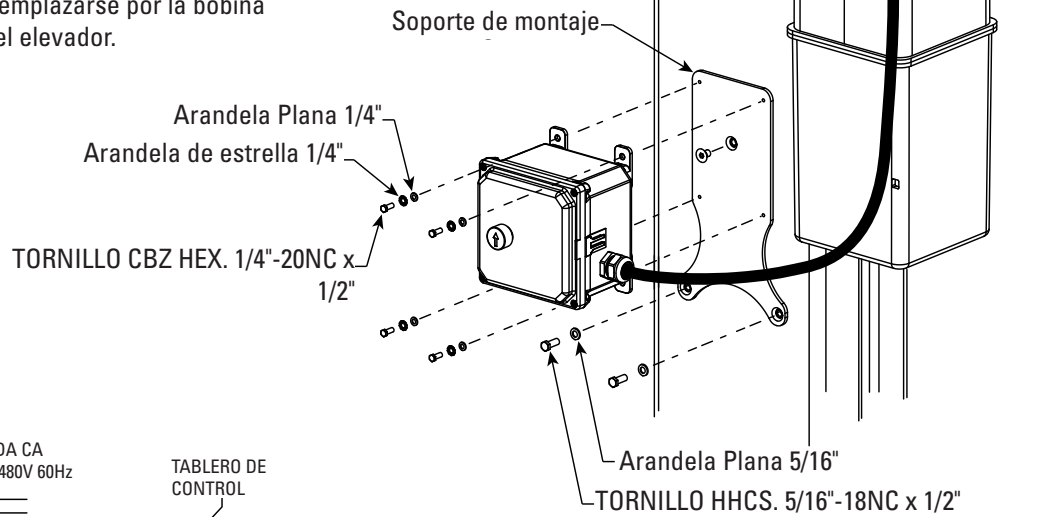

Fig. 16a
- Conecte el soporte de montaje a la columna, como se muestra en la Fig. 16a, usando (1) 5/16"-18NC x 1/2" tornillo maquinado avellanado con cabeza ciega, (2) 5/16"-18NC x 1/2" HHCS, y (2) 5/16" arandelas planas.
- Conecte la caja de control al soporte usando (4) HHCS de 1/4"-20NC x 1/2", (4) arandelas planas de 1/4" y (4) arandelas de estrella de 1/4".